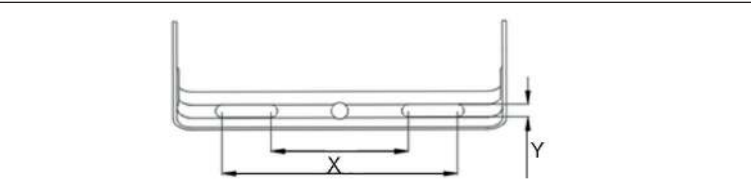

Fig. 4: Borehole distance
5. Upevněte venkovní reflektor LED. Viz fig. 4
- Zamocować naświetlacz zewnętrzny LED. Patrz rys. 4.